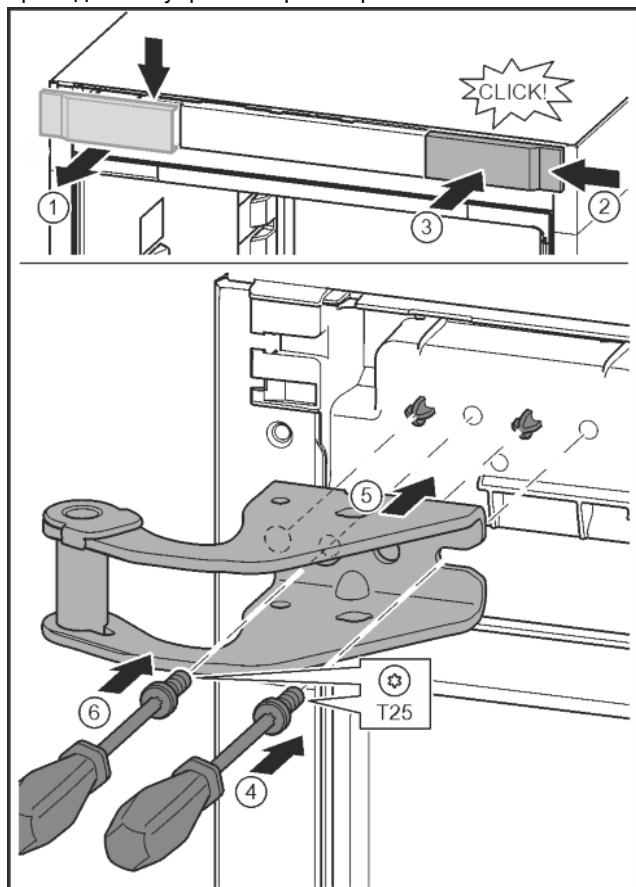

Fig. 12
- Крышку отсоединить с помощью отвертки и убрать в сторону. Fig. 12 (1)
- Навесить крышку, повернув ее на 180°, справа с другой стороны. Fig. 12 (2)
- Крышку зафиксировать. Fig. 12 (3)
- Установить винт отверткой T25. Fig. 12 (4)
- Установить верхний опорный кронштейн. Fig. 12 (5)
- Затянуть винт. Fig. 12 (4)
- Вставить и затянуть винт отверткой T25. Fig. 12 (6)